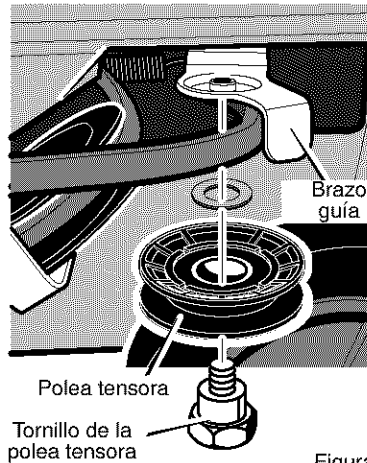

Figura 19
5. Retire el **tornillo** y la **polea tensadora** del **brazo guía** (vea la Figura 19).